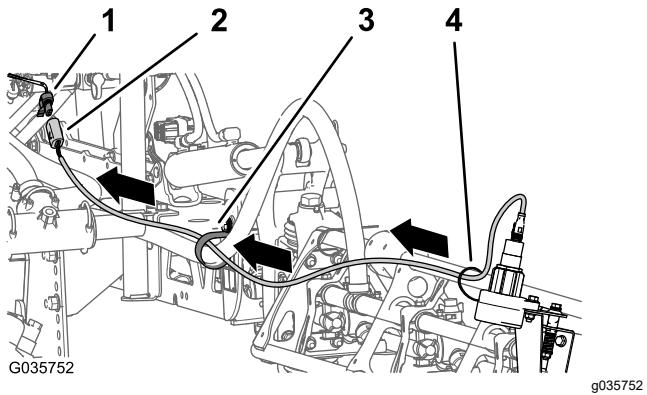

图 24
- 将传感器线束沿着外部喷洒臂段的前方布置穿过支撑夹具连接到超声波喷洒臂修整套件线束的 4 插槽接头——提升油缸歧管前面图 24。
- 将左、右传感器线束的 4 针接头连接至超声波喷洒臂修整套件图 24 线束的 4 插槽接头上面分别标记为左超声波传感器和右超声波传感器。
5. 用扎带将传感器的电线固定至喷洒臂图 24。